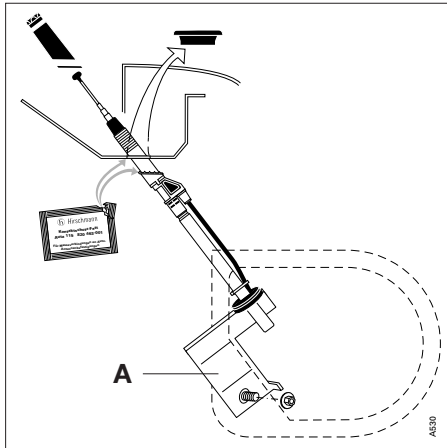
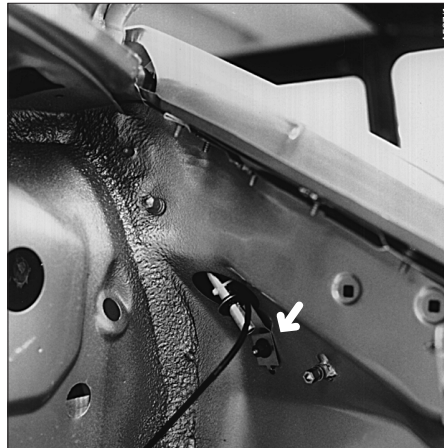
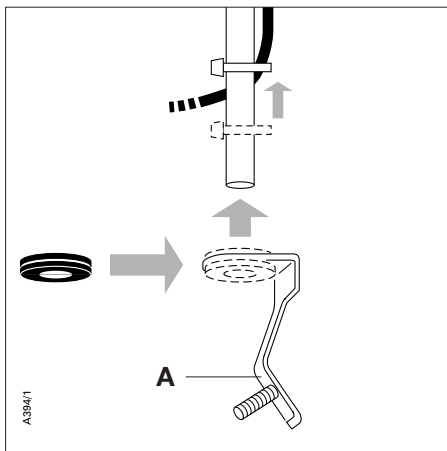

Fig. 4a
Fig. 4b
Fig. 5a
- Das Loch (16 x 19 mm, oval) für den Antenneneinbau ist serienmäßig zwischen Kotflügel und Windschutzscheibe vorhanden. Zum Einbau die Abdeckung entfernen (Fig. 4a).
- Die oberen Antennenkopfteile abnehmen (Fig. 4a). Die Manschette in den zugehörigen Halter einsetzen und diesen auf das Schutzrohr aufschieben (Fig. 5a oder 5b).
- Das beiliegende Schutzfett auf die Anlagefläche der Antenne und an der Unterseite der Karosseriebohrung reichlich auftragen (Fig. 4a).
- Die Antenne vom Motorraum aus durch die Aussparung in das Einbauloch einsetzen. Am ausgezogenen Teleskop hochziehen, in der Neigungslage der Karosserie anpassen. Die oberen Antennenkopfteile aufsetzen und die Mutter von Hand anziehen (Fig. 4a oder 4b).
- Den Halter **A** in die vorhandene Bohrung am Rand der Aussparung einsetzen und mit der Kunststoffmutter an der Zwischenwand befestigen (Fig. 4a). Den Halter **B** in den unterhalb der ovalen Aussparung vorhandenen Stehbolzen und die Arretierungsbohrung einsetzen. Die Befestigung erfolgt mit der Kunststoffmutter (Fig. 4b).
- The hole (16 x 19 mm oval) for installation is provided as standard between fender and windscreen. Remove the cover for installation (Fig. 4a).
- Remove the upper parts from the antenna (Fig. 4a).
Apply the sleeve into the bracket and slide upon the protective tube (Fig. 5a or 5b).
- Apply plenty of the protective grease to the contact surface of the antenna as well as to the bottom of the car body hole (Fig. 4a).
- Insert the antenna from the engine compartment through the recess into the installation hole. Pull upwards seizing the extended telescope, adjust to the slope of the car body, attach the upper antenna parts and tighten the nut by hand (Fig. 4a or 4b).
- Insert the bracket **A** into the hole provided at the edge of the recess and fix with the plastic nut to the partition (Fig. 4a).
Insert bracket **B** into the locking hole and the stud bolt below the oval recess and then fix with the plastic nut (Fig. 4b).
Pour l'installation enlever le recouvrement (Fig. 4a).
- Enlever les pièces supérieures de la tête d'antenne (Fig. 4a).
Placer la manchette dans le support correspondant et faire glisser sur le tube protecteur (Fig. 5a ou 5b).
- Enduire la face de contact de l'antenne et la face inférieure du perçage de la carrosserie copieusement de la graisse de protection ci-jointe (Fig. 4a).
- A partir du compartiment au moteur placer l'antenne par l'encoche dans la forure d'installation. Relever à l'aide du télescope sorti, ajuster l'angle d'inclinaison à la carrosserie, remettre les pièces supérieures de la tête d'antenne et serrer l'écrou à la main (Fig. 4a ou 4b).
- Placer le support **A** dans le perçage existant au bord de l'encoche et fixer à la paroi intermédiaire avec l'écrou en plastique (Fig. 4a). Placer le support **B** dans le goujon qui se
trouve sous l'encoche ovale et le perçage. La fixation s'effectue avec l'écrou en plastique (Fig. 4b).